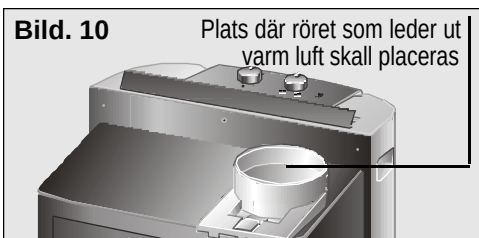

Bild. 8
- ❑ Välj funktion: max luftkonditionering eller tyst luftkonditionering, **Bild 8**. (Funktionen "tyst luftkonditionering" innebär att luftgenomströmningen i apparaten minskar.